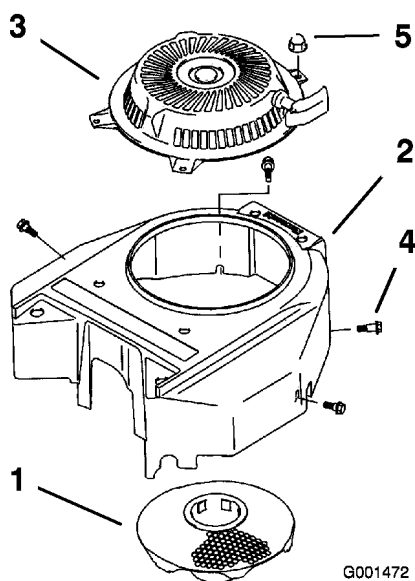

Figure 45
3. Retirez la grille d'entrée d'air, le lanceur et le boîtier du ventilateur (Figure 45).
5. Remettez la grille d'entrée d'air, le lanceur et le boîtier du ventilateur (Figure 45).